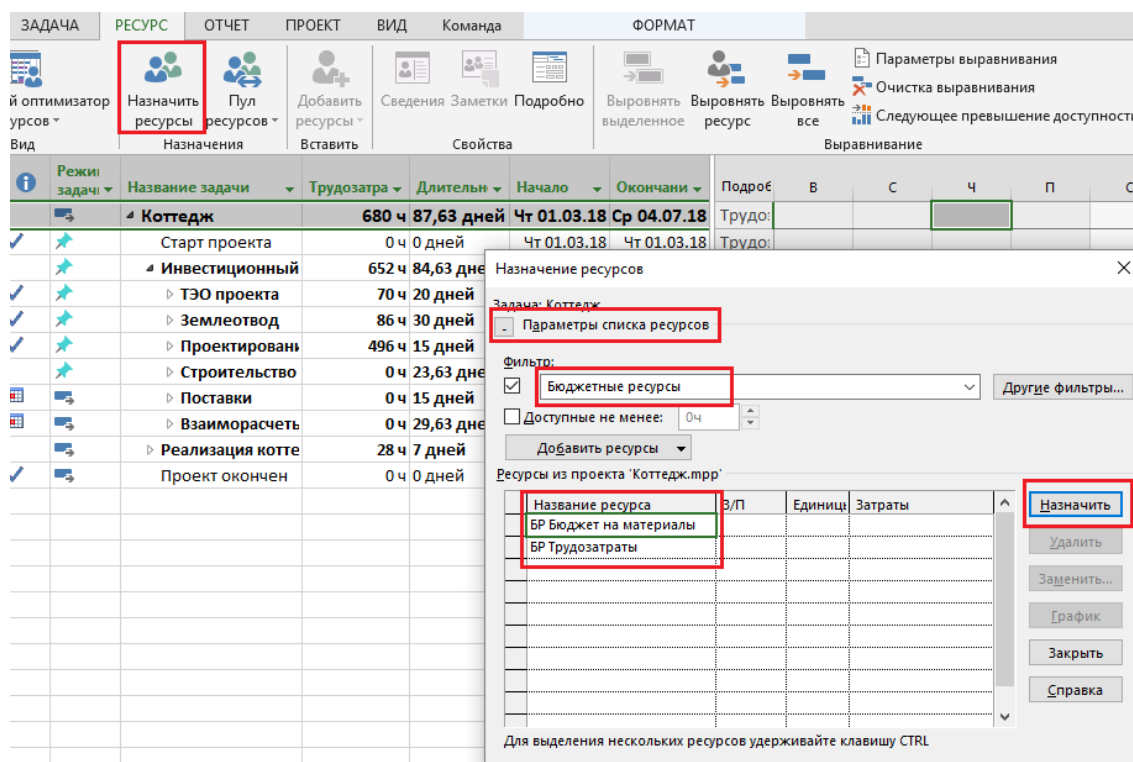

Рисунок 50 – Назначение бюджетных ресурсов на суммарную задачу
4. В окне «Назначение ресурсов» раскрыть «Параметры списка ресурсов» и после того, как будет поставлена галочка в области «Фильтр:», можно выбрать фильтр «Бюджетные ресурсы», Рисунок 50;